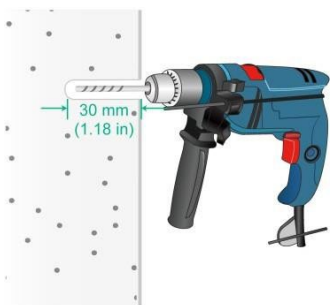

Figura 2-4 Perfuração de furos na parede
2. Use uma furadeira de impacto para fazer dois furos de 6 mm de diâmetro nas marcas conforme mostrado na Figura 2-4.